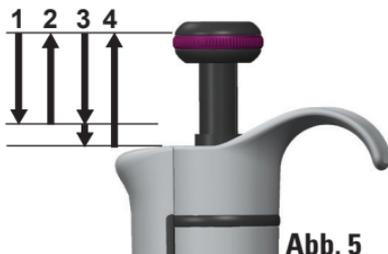

Abb. 5
2. Drücken Sie den Pipettierknopf bis zum ersten Anschlag (Abb. 5).